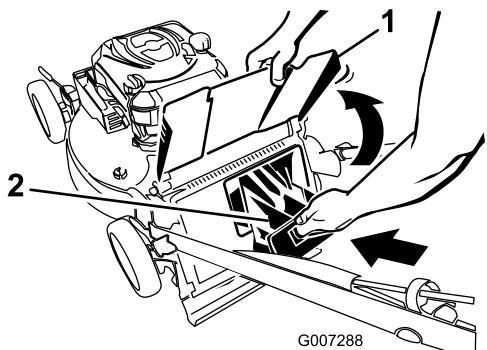

Figura 19
**Importante:** Asegúrese de que el tapón de descarga trasera está bloqueado en su sitio. Para bloquear el tapón: Levante el deflector de descarga (Figura 19), introduzca el tapón y presione firmemente hasta que encaje detrás de las pestañas, y gire la palanca del tapón a la izquierda (Figura 20).